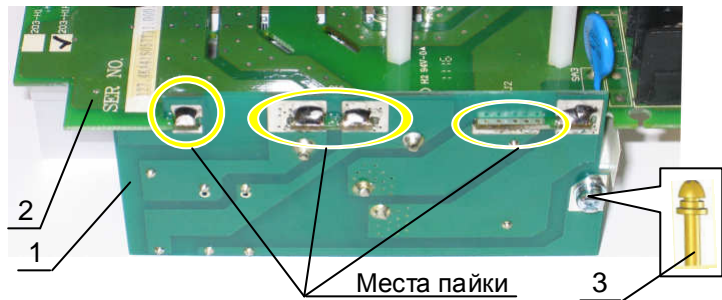

Рис. 7.9
7.3.1. Установить плату 1 ЭМИ-фильтра на плату драйверов 2 таким образом, чтобы контактные ламели платы драйверов вошли в пазы платы ЭМИ-фильтра. Закрепить плату ЭМИ-фильтра винтом 3 (рис. 7.9).
7.3.2. Произвести пайку контактных площадок. (рис. 7.9).